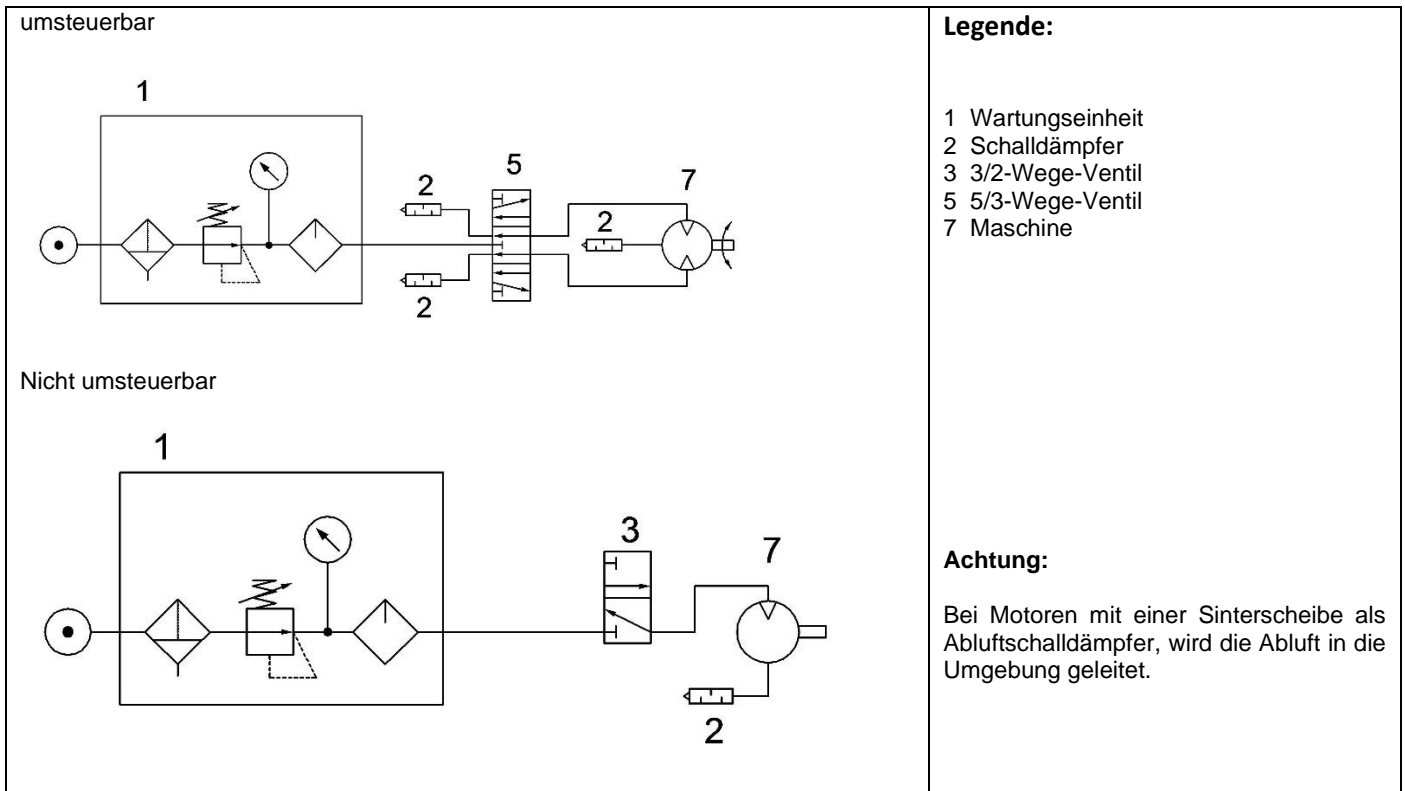

Abbildung 1
- Der Anschluss der Maschine ist entsprechend Abbildung 1 vorzunehmen.